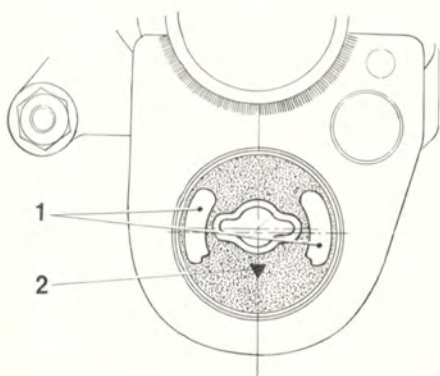

Bild 7-17.
OBS! Bussningens centrumhål är förskjutet och vid monteringen placeras bussningen i konsolen enligt bild 7-17. Båda uttagen (1) i gummit ska ligga horisontellt samt pilen (2) ska peka neråt.